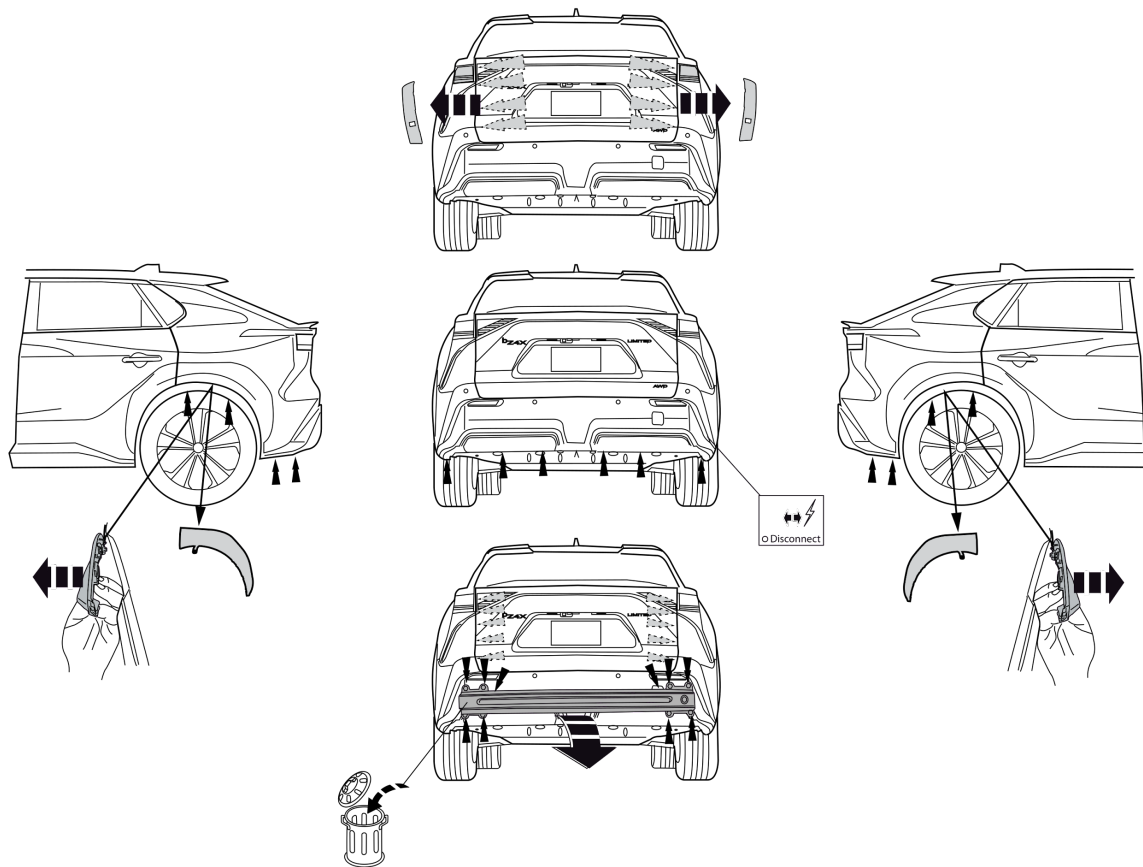

Fig. 1
1. Снять пластмассовые защитные колпаки. Снять бампер вместе со буферным брусом автомобиля. Буферный брус больше не понадобится. Поставить болты на место. См. рисунок 1.